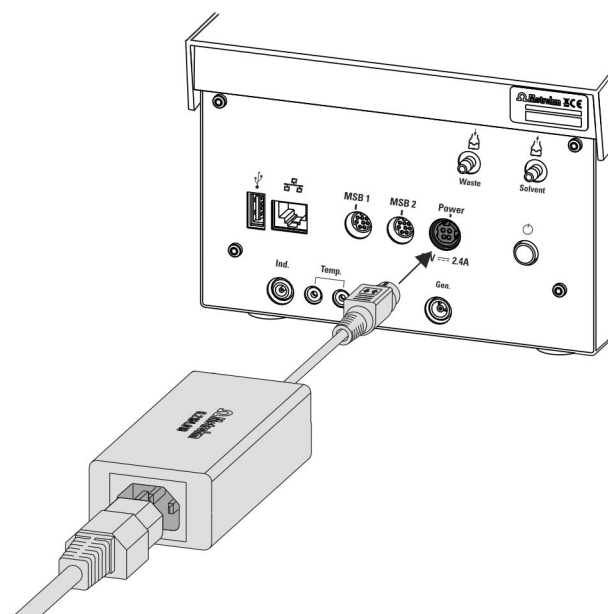

图1 连接供电单元
- 1 连接外接供电单元的插头与 Coulometer 的电源接线盒（参见图 1，第 3 页）。